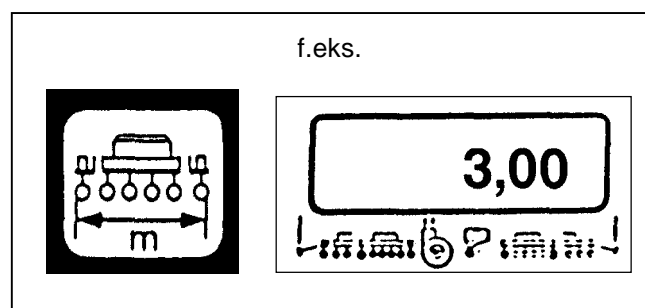

Fig.2
4.2.2 Tast "Arbejdsbredde" (fig.2)